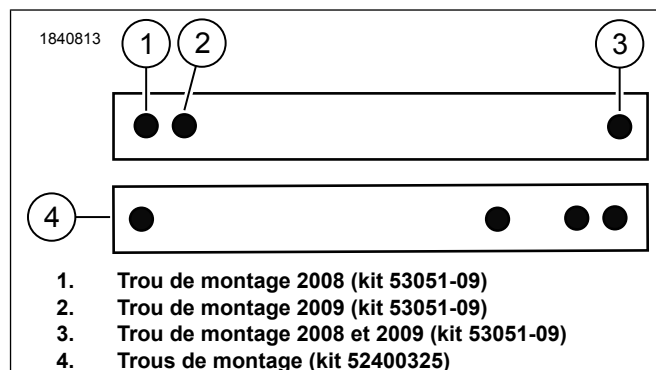

Figure 6. Sangle de maintien
1. Voir la figure 6. Installer la sangle de maintien (2) sur les goujons.
- a. Fixer la sangle de maintien aux goujons (F) à l'aide des écrous (E). Serrer.
- a. Voir la figure 6. Utiliser des trous de montage de la sangle de maintien.